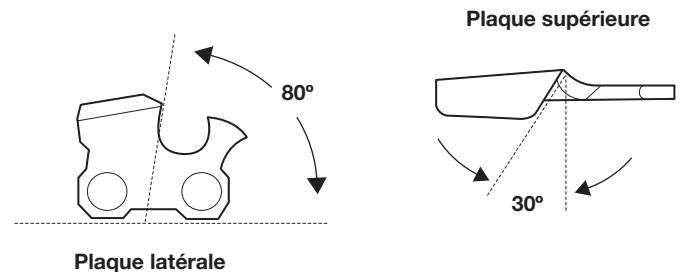

Fig. 35
- Faites quelques mouvements fermes sur chaque dent. Si le limage est correctement effectué, la plaque supérieure sera à un angle de 30° et la plaque latérale à un angle de 80° (Fig. 35). L'utilisation de la lime et du porte-lime adéquats produira automatiquement les bons angles.